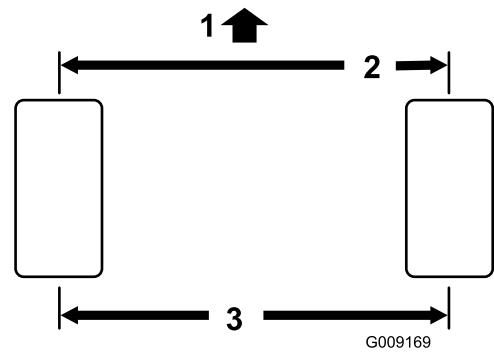

Figure 55
2. Mesurez l'entraxe (à hauteur d'essieu) à l'avant et à l'arrière des roues directrices (Figure 55).